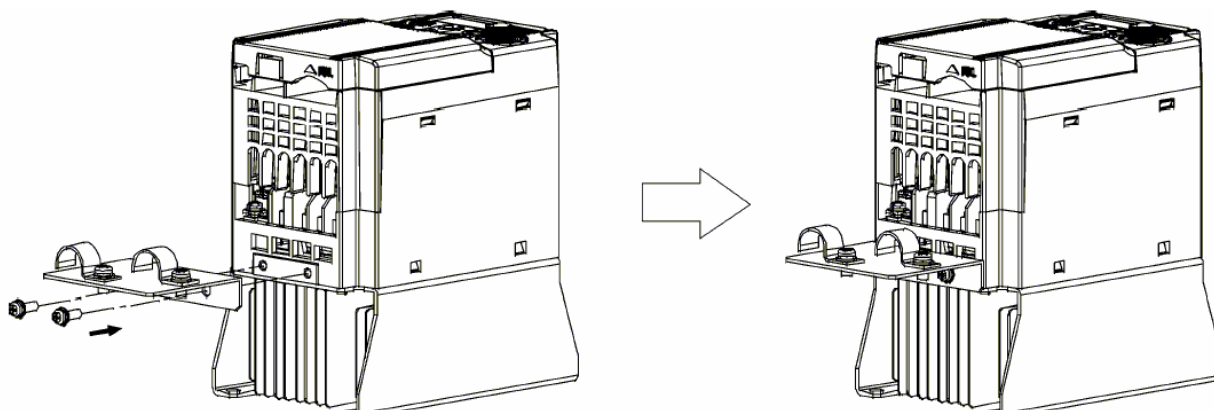

Рис. 11.1. Крепление заземляющего фланца ЭМС фильтра.
(1) Прикрепите винтами заземляющий фланец (поставляется с ПЧ) к ПЧ, чтобы затем заземлить через него экраны проводов (рис. 11.1).